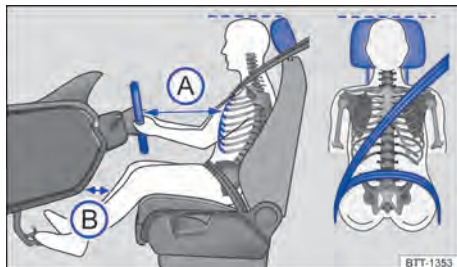

Fig. 21 Distância correta do condutor em relação ao volante, posição correta do caderço do cinto de segurança e ajuste correto do apoio para cabeça.
- Ajustar o banco de modo que a distância entre o volante e o tórax tenha no mínimo 25 cm → Fig. 21 A e que o condutor possa segurar o volante pela borda externa com as duas mãos e os braços ligeiramente flexionados.
- Ajustar o banco do condutor na direção longitudinal de modo que os pedais possam ser acionados com as pernas ligeiramente arqueadas e a distância para o painel de instrumentos na área do joelho seja de, no mínimo, 10 cm → Fig. 21 B.
- Ajustar o apoio para cabeça de modo que a sua borda superior se encontre preferencialmente na mesma linha da parte superior da cabeça → Fig. 21 – porém não abaixo da altura dos olhos. Posicionar a parte posterior da cabeça o mais perto possível do apoio para cabeça.